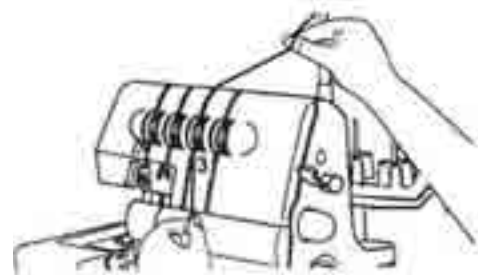

Abb.17
4. Halten Sie den Faden mit den Fingern fest, führen Sie ihn zwischen den Scheiben des Fadenspannwählers 15 hindurch und ziehen Sie ihn dann nach unten (3) (Abb. 17).